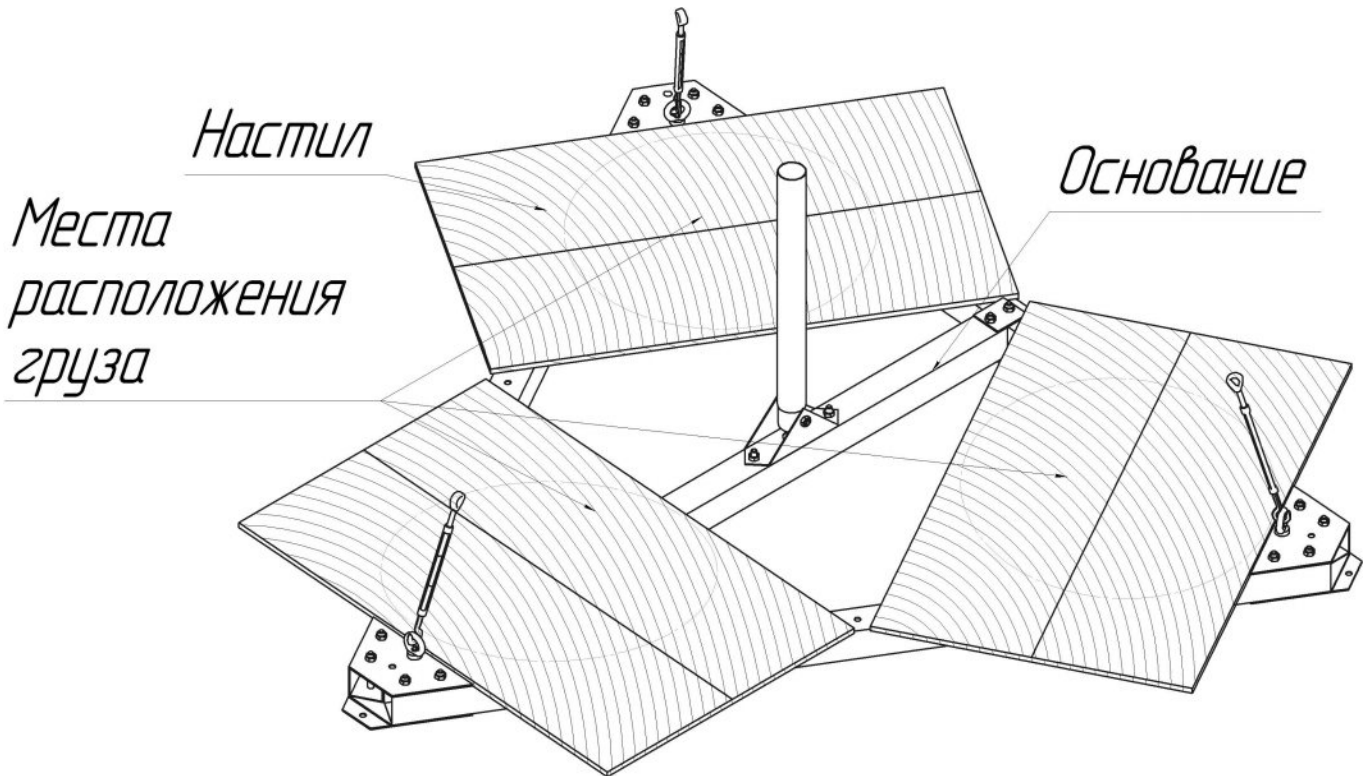

Рисунок 7 – Загрузка основания
7.1.5 На основание уложить настил (рисунок 7).